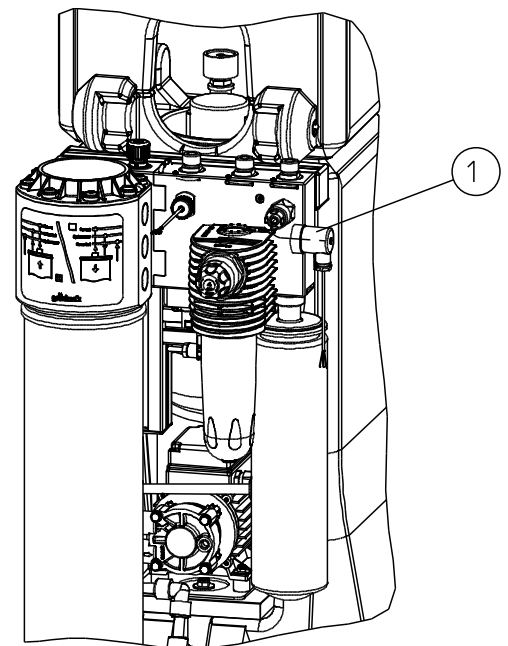

Abb. E-4: Druckschalter Druckerhöhung
- Stecker Druckschalter (siehe Abb. E-4, Pos. 1) auf den Druckschalter stecken - Druckerhöhungspumpe beginnt zu fördern.